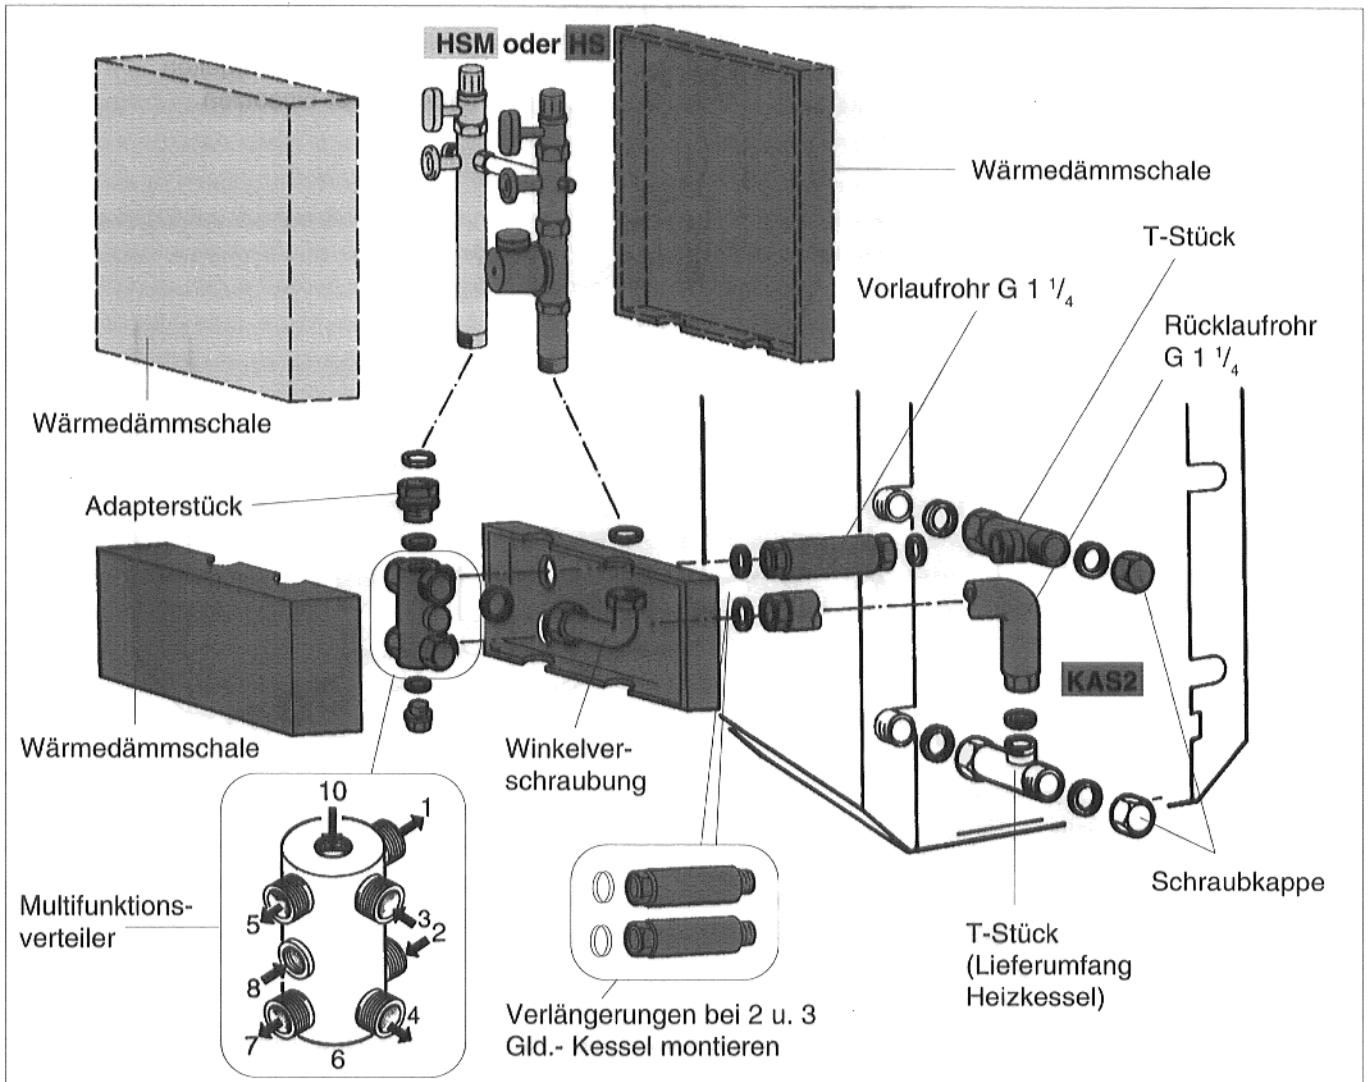

Abb. 3 Seitlich Rechtsanbau; Kessel-Anschluß-Set mit KAS 2, Heizkreisset mit / ohne Mischer am Heizkessel G124 X
Der Multifunktionsverteiler ist genau nach der Numerierung der Anschlüsse in Abb. 3 und den entsprechenden Nummern auf dem Multifunktionsverteiler anzuschließen. Alle geraden bzw. alle Ungeraden Nummern gehören wasserseitig zusammen.
- Dichtung in die Überwurfmutter des T-Stückes einlegen und Überwurfmutter auf den Rohrstützen des Kesselvorlaufes aufschrauben (Abb. 3.)
- Vorlaufrohr auf den seitlichen Abgang des T-Stückes am Kesselvorlauf anschrauben (Abb. 3).
- Das Vorlaufrohr in der Waagerechten ausrichten, Überwurfmutter zwischen T-Stück und Rohrstützen des Kesselvorlaufes anziehen (Abb. 3).
- Dichtung in die Überwurfmutter des T-Stückes einlegen und auf den Rohrstützen des Kesselrücklaufes aufschrauben (Abb. 3).
- **Bei 2 (9 kW) und 3 Gld. (13 kW) - Kesseln sind die Verlängerungsstücke auf das Vor- und Rücklaufrohr aufzudichten (Abb. 3).**
- Wärmedämmschale auf das Vor- und Rücklaufrohr schieben (Abb. 3).
- Multifunktionsverteiler mit dem Abgang Nr. 3 an das Vorlaufrohr anschrauben (Abb. 3).
- Multifunktionsverteiler mit dem Abgang Nr. 4 an das Rücklaufrohr anschrauben (Abb. 3).
- Oberen Schenkel des Rücklaufrohres in der Waagerechten ausrichten, Verschraubung zwischen T-Stück und Rücklaufrohr fest anziehen (Abb. 3).
- O-Ring auf das Adapterstück aufschieben und das Adapterstück von oben in den Abgang Nr. 10 des Multifunktionsverteilers drehen (Abb. 3).